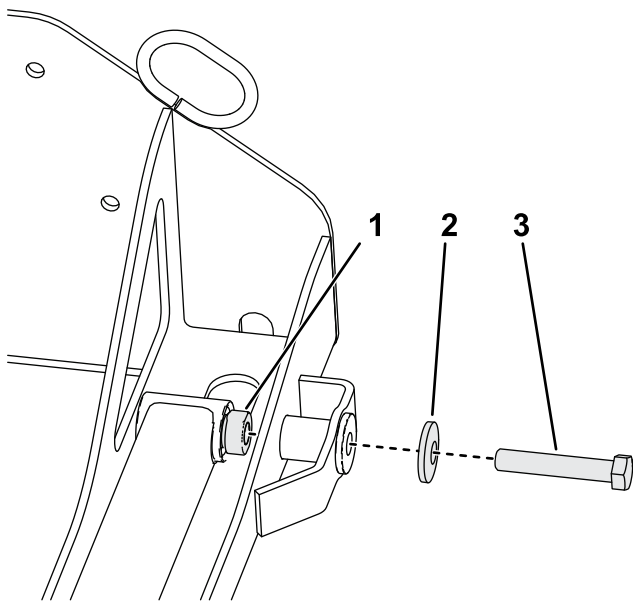

Figura 13
- Sujete la parte delantera de los brazos de elevación al conjunto de montaje usando los 2 pernos de cabeza hexagonal y las 2 arandelas curvas que se retiraron del accesorio en 3 Preparación de la unidad de tracción \(página 8\), como se muestra en la Figura 13.